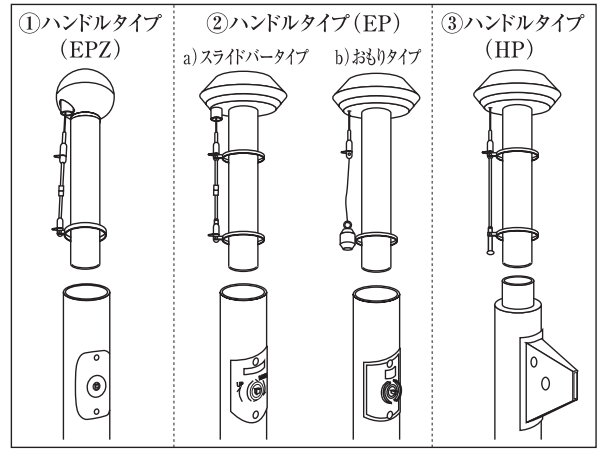
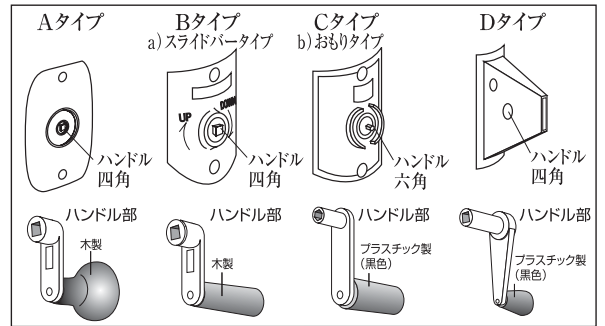

図1. ポール
図2. ハンドルボックス
2) ご使用の旗ポールはどんなタイプですか？(図1参照)
- ①ハンドルタイプ(EPZ) a) スライドバータイプ(下部リング1ヶのみ)
- ②ハンドルタイプ(EP) a) スライドバータイプ(上下部リング各2ヶ) b) おもりタイプ
- ③ハンドルタイプ(HP)
3) 上記項目②の場合、ハンドルボックスはどちらのタイプですか？(図2参照)